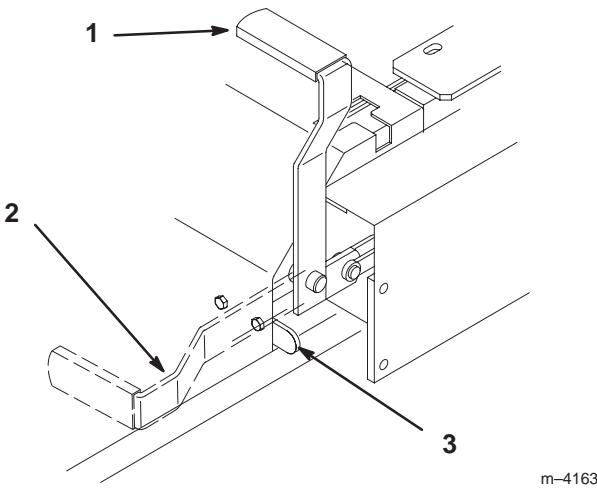

Figure 13
- Tirez le frein de stationnement en arrière et vers le haut pour le serrer (Fig. 13). Une fois serré, le frein de stationnement ne doit plus bouger.
Poussez le levier du frein de stationnement vers l'avant et vers le bas (Fig. 13) afin de le desserrer. Le frein de stationnement est desserré et le levier est en appui contre la butée du frein.